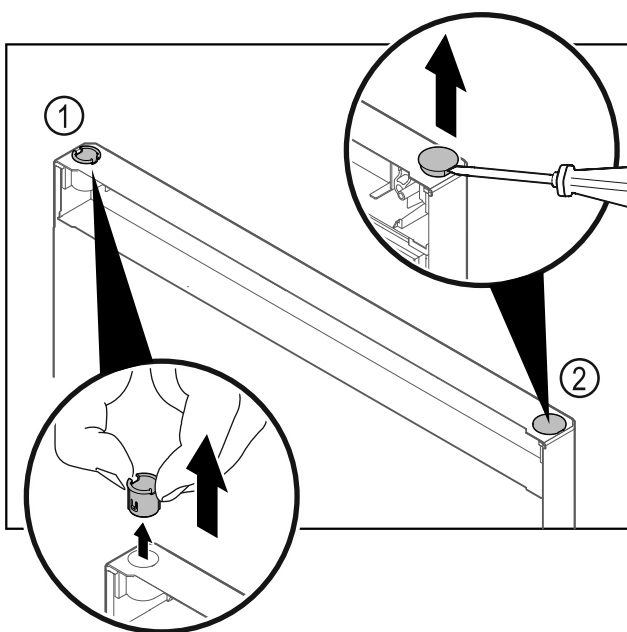

Fig. 15
- ▶ Wyjąć palcami tuleję zawiasu Fig. 15 (1).
- ▶ Zatyczkę osłonki Fig. 15 (2) ostrożnie podważyć przy pomocy śrubokręta płaskiego i wyjąć.